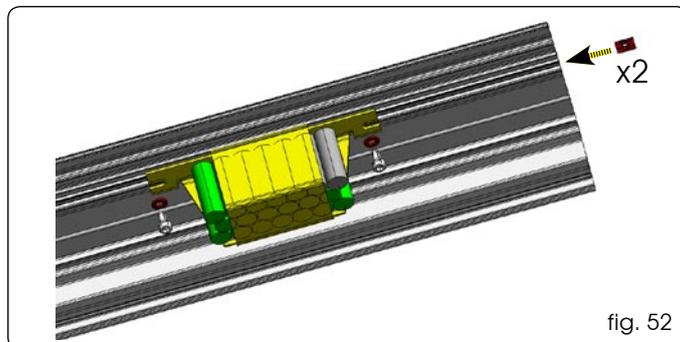

fig. 52
- Inserire due piastrini nel profilo di sostegno come indicato in fig. 52 .